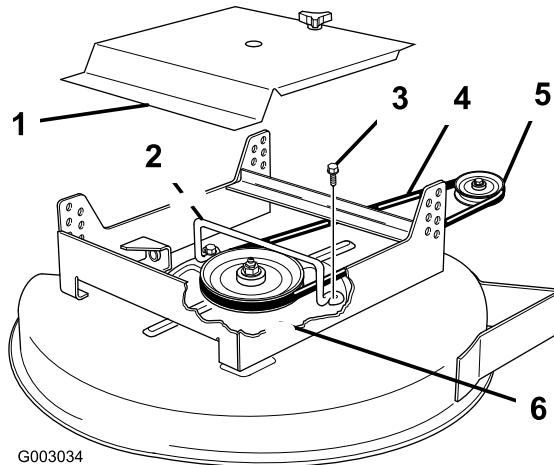

Figura 44
- Retire los dos pernos con arandela prensada que fijan la guía de la correa a la parte superior del cortacésped y retire la guía de la correa (Figura 44).
6. Instale la correa de transmisión nueva alrededor de la polea de transmisión de la unidad de tracción y la polea del eje (Figura 44).
7. Instale la guía de la correa en el cortacésped con los dos pernos con arandela prensada. Asegúrese de que los aros están orientados hacia la parte trasera del cortacésped (Figura 44).
10. Instale la cubierta de la plataforma en la unidad de corte, luego apriete el pomo (Figura 44).